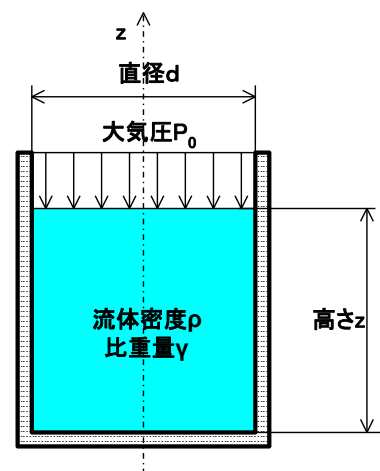

図 3.2 タンク底面の圧力
1. 圧力は液柱の断面積の大きさに依存せず、高さ(深さ) z のみの関数である。このことを図 3.2 を参照して証明せよ。